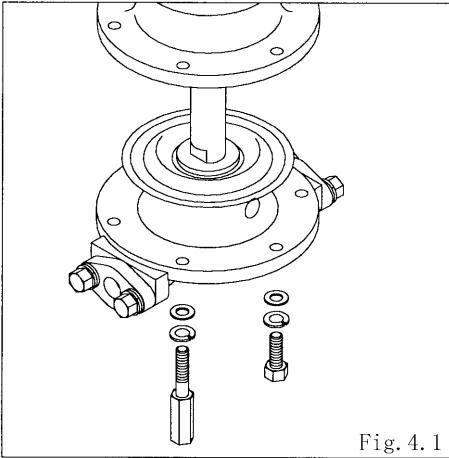

Fig. 4.1
- 拆下外壳的安装螺栓和双头螺栓共6处，取下外壳。（AD-10、AD-25）〈Fig.4.1〉
- 拆下外壳的安装螺栓、双头螺栓、螺母各8处，取下外壳。（AD-40、AD-50）〈Fig.4.1〉